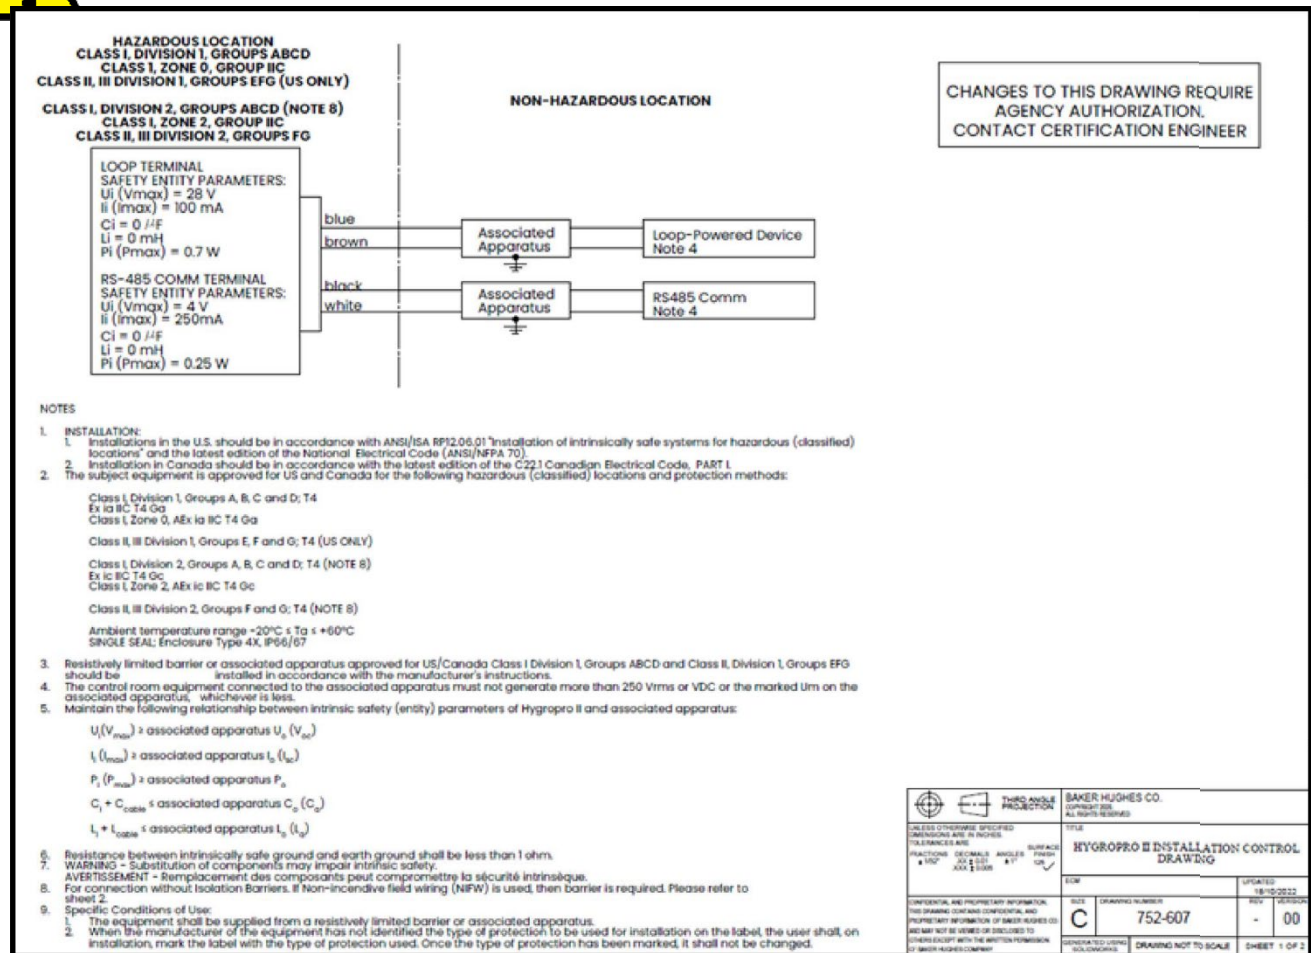
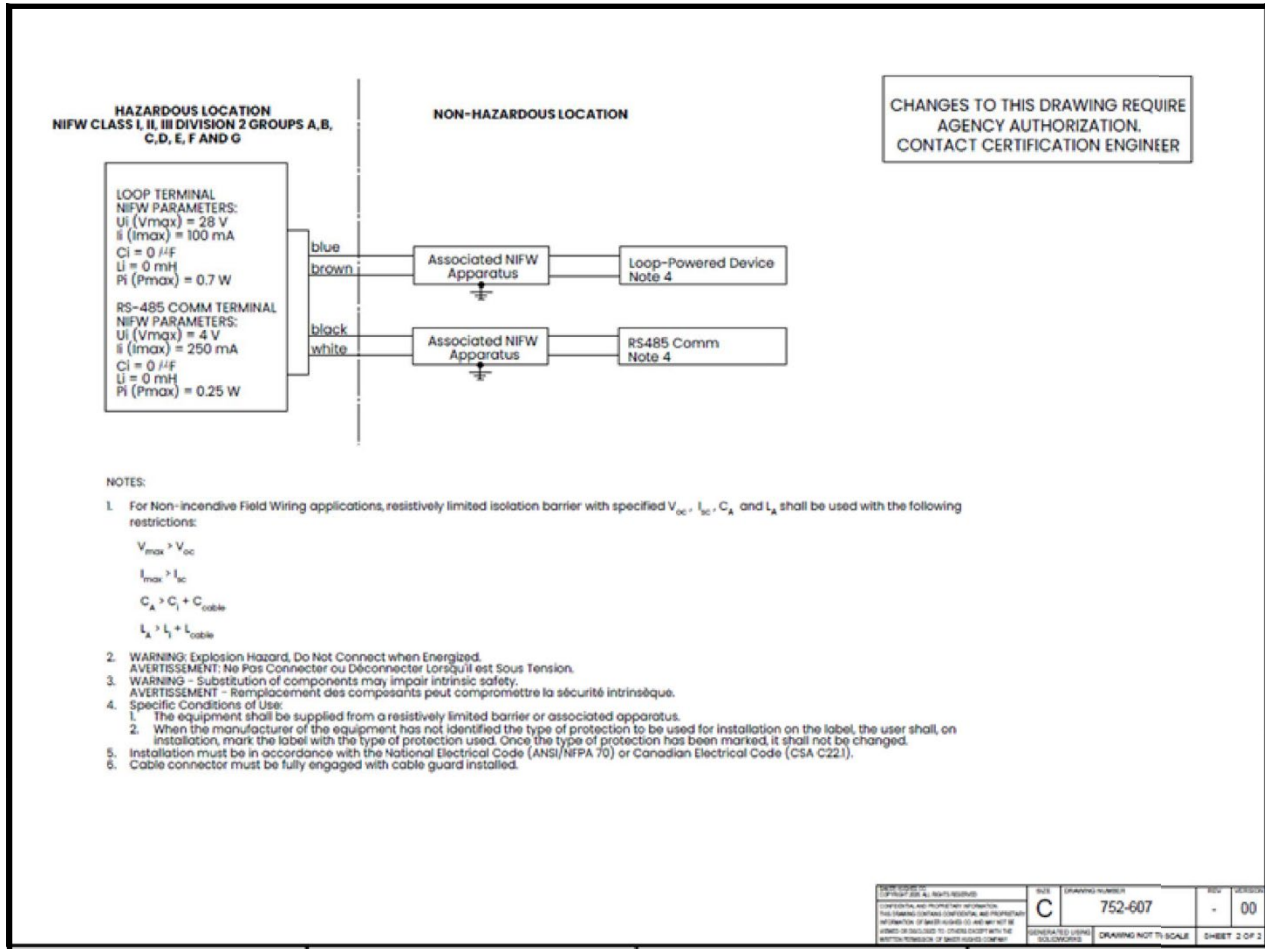

Figura 10: Dibujo del Control de Instalación del HygroPro^{II} para las ubicaciones de División 1 y División 2 ubicaciones (referirse a 752- 607)
Figura 11: Dibujo de Control de la Instalación del HygroPro^{II} para cableado de campo no inflamable en ubicaciones de División 2 (referirse a 752-607)
- el dibujo Esquemático FM (ver Figura 10 a continuación)
Para cablear el HygroPro^{II} en áreas peligrosas (clasificadas), conectar el final del cable volador del ensamblaje del cable IS suministrado con el transmisor como se muestra en los diagramas de control de instalación en la Figura 10 y la Figura 11, de acuerdo con una de las siguientes condiciones:
- **Con Barrera Zener/Aislador Galvánico de calificación adecuada:** Requerido para usar en Clase I, Zona 0 y Clase I/II/III División 1 de áreas peligrosas (Figura 10).
- **Cableado de Campo no inflamable y Barreras Zener:** Solo para uso en Clase I/II/III, División 2 de áreas peligrosas (Figura 11).